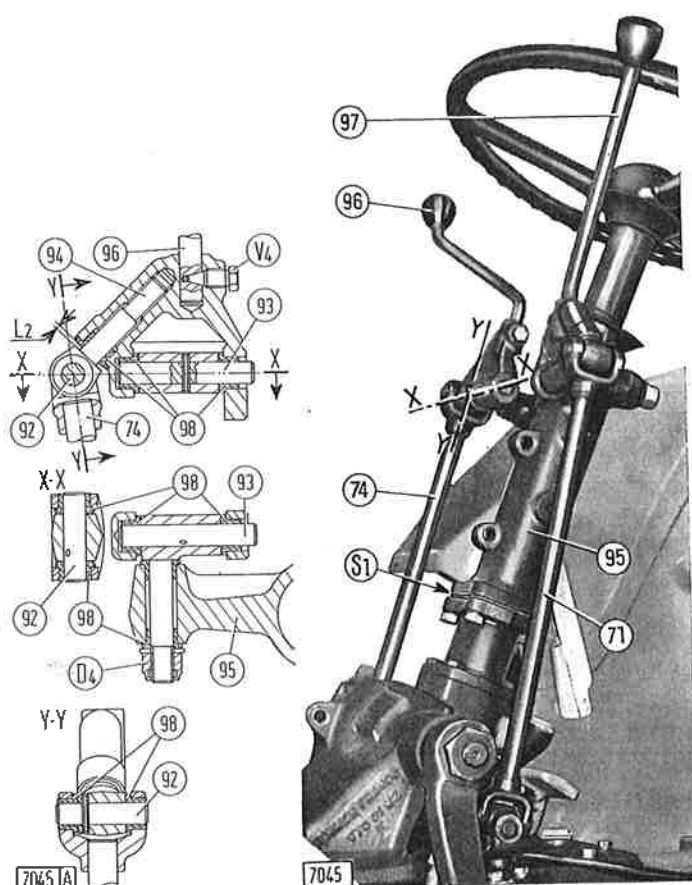

Fig. 87 - Commandes extérieures de boîte et de réducteur, et coupes d'une articulation.
Epaisseurs des plaquettes (S ₁ , fig. 87) de positionnement du support des leviers de commande boîte et réducteur	0,2 - 0,3 - 0,5 mm
Les leviers extérieurs de commande de la boîte et du réducteur (96 et 97, fig. 87) sont supportés par le support (95) par l'entremise d'articulations.
Si les rondelles (S, fig. 117) sont variées pour le réglage des roulements coniques du boîtier de direction, il est nécessaire de varier de la même importance aussi les rondelles (S_1 , fig. 87) sous le support (95) de manière à ne pas altérer l'assiette des leviers.
La commande est effectuée: sur les tracteurs avant-modification, par levier sur la planche de bord, relié au manchon d'engrènement par un flexible; sur les tracteurs après-modification, par levier à commande directe, placé sur le carter même du réducteur. En vue d'éviter de fausses manoeuvres, un dispositif mécanique ne permet de mettre le réducteur supplémentaire en prise que lorsque le levier du réducteur normal (97, fig. 87) est au point mort.